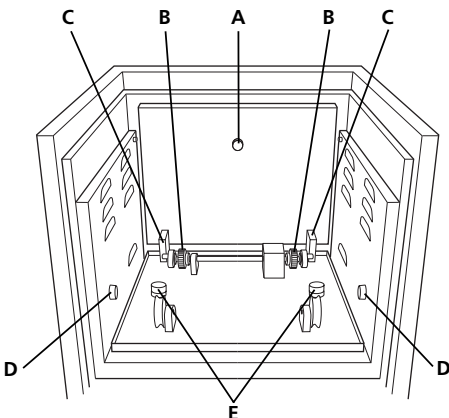

Abb. 4: Antriebskomponenten des Inkubators SI30H
- 5.4 Die Rotisserie auf dem Rotationsmechanismus des Inkubators platzieren. Dabei muss sichergestellt werden, dass die gezahnten Bänder an beiden Enden der Rotisserie auf die Stahlzähne des Rotationsmechanismus auf der Rückseite des Inkubators gesetzt werden (Abbildung 4, B). Die Plastikflansche der Rotisserie müssen mit den kleinen Rädern auf dem Boden des Inkubators übereinstimmen. Anschließend die Inkubatortür schließen.
- 6.2 Die Plattform an ihrem Griff (Abbildung 4, A) aus ihrer Transportposition herausnehmen, nach vorne schieben und auf dem Schüttelmechanismus platzieren. Dazu müssen die seitlichen Stifte der Plattform in die Halterungen (D) an den Seitenwänden der Inkubator-kammer eingesetzt werden. Dabei müssen die Nylonblöcke (C) an der Unterseite der Plattform auf den Stiften (E) aufliegen, die aus dem Rüttelmechanismus an der Rückseite des Inkubators herausragen.